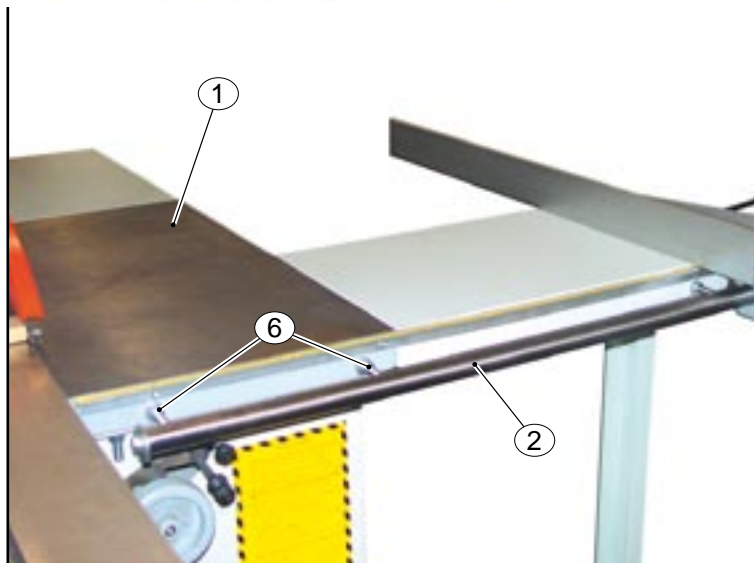

Fig. 5.8.4A
5.8.4. MONTAGGIO E REGOLAZIONE RIGA PER TAGLI PARALLELI FIG. 5.8.4A, 5.8.4B, 5.8.4C, 5.8.4D